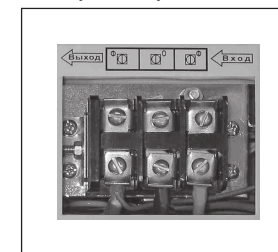

Рис. 6. Клеммник
**Клеммник для стационарного подключения нагрузки (рис.6)**. Подсоединение к клеммнику необходимо производить только при отключенной сети и в строгом соответствии с надписями на нем «Вход», «Выход», «Ф», «0».